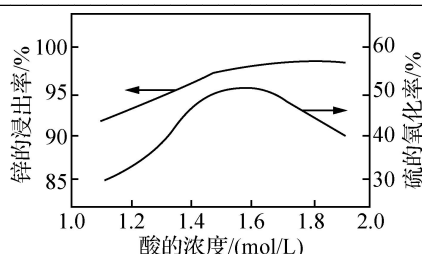

图 2
①步骤 II 反应的离子方程式为\_\_\_\_\_。
②高于  $112\text{ }^\circ\text{C}$  时，锌的浸出率更高，除反应速率加快外，主要原因是\_\_\_\_\_
③相同条件下，锌的浸出率和硫的氧化率随初始酸浓度的变化如图 2 所示，初始酸浓度大于  $1.6\text{ mol/L}$  时，硫的氧化率随酸浓度的增加而下降，主要原因是\_\_\_\_\_